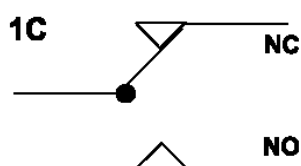

Рис. 3 Конфигурация контактов 1С.
2. Подключение к охранной сигнализации осуществляется через «сухой контакт» (конфигурация 1С, см. Рис.3). При срабатывании «тревожной кнопки» или снятии двери короба (если активирован режим «не отключаемая задержка») работа темпокассы блокируется на 30 минут, независимо от положения ключа. При этом обеспечивается замыкание/размыкание «сухого контакта» длительностью 1 секунда. При любом экстренном отключении электропитания во время блокировки, после его возобновления, устройство также замыкает/размыкает соответствующие контакты на 1 секунду, этим обеспечивается возобновление режима блокировки.